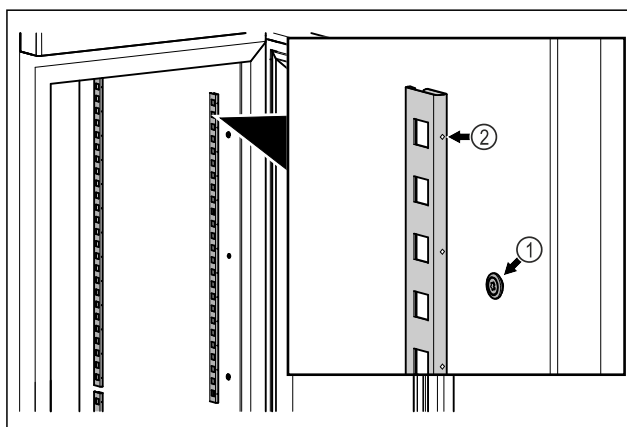

Fig. 58 Reprezentare exemplificativă
- ▶ Acroșați barele de prindere în sistemul de suspendare Fig. 58 (1). Marcajul Fig. 58 (2) trebuie să fie orientat spre înainte.